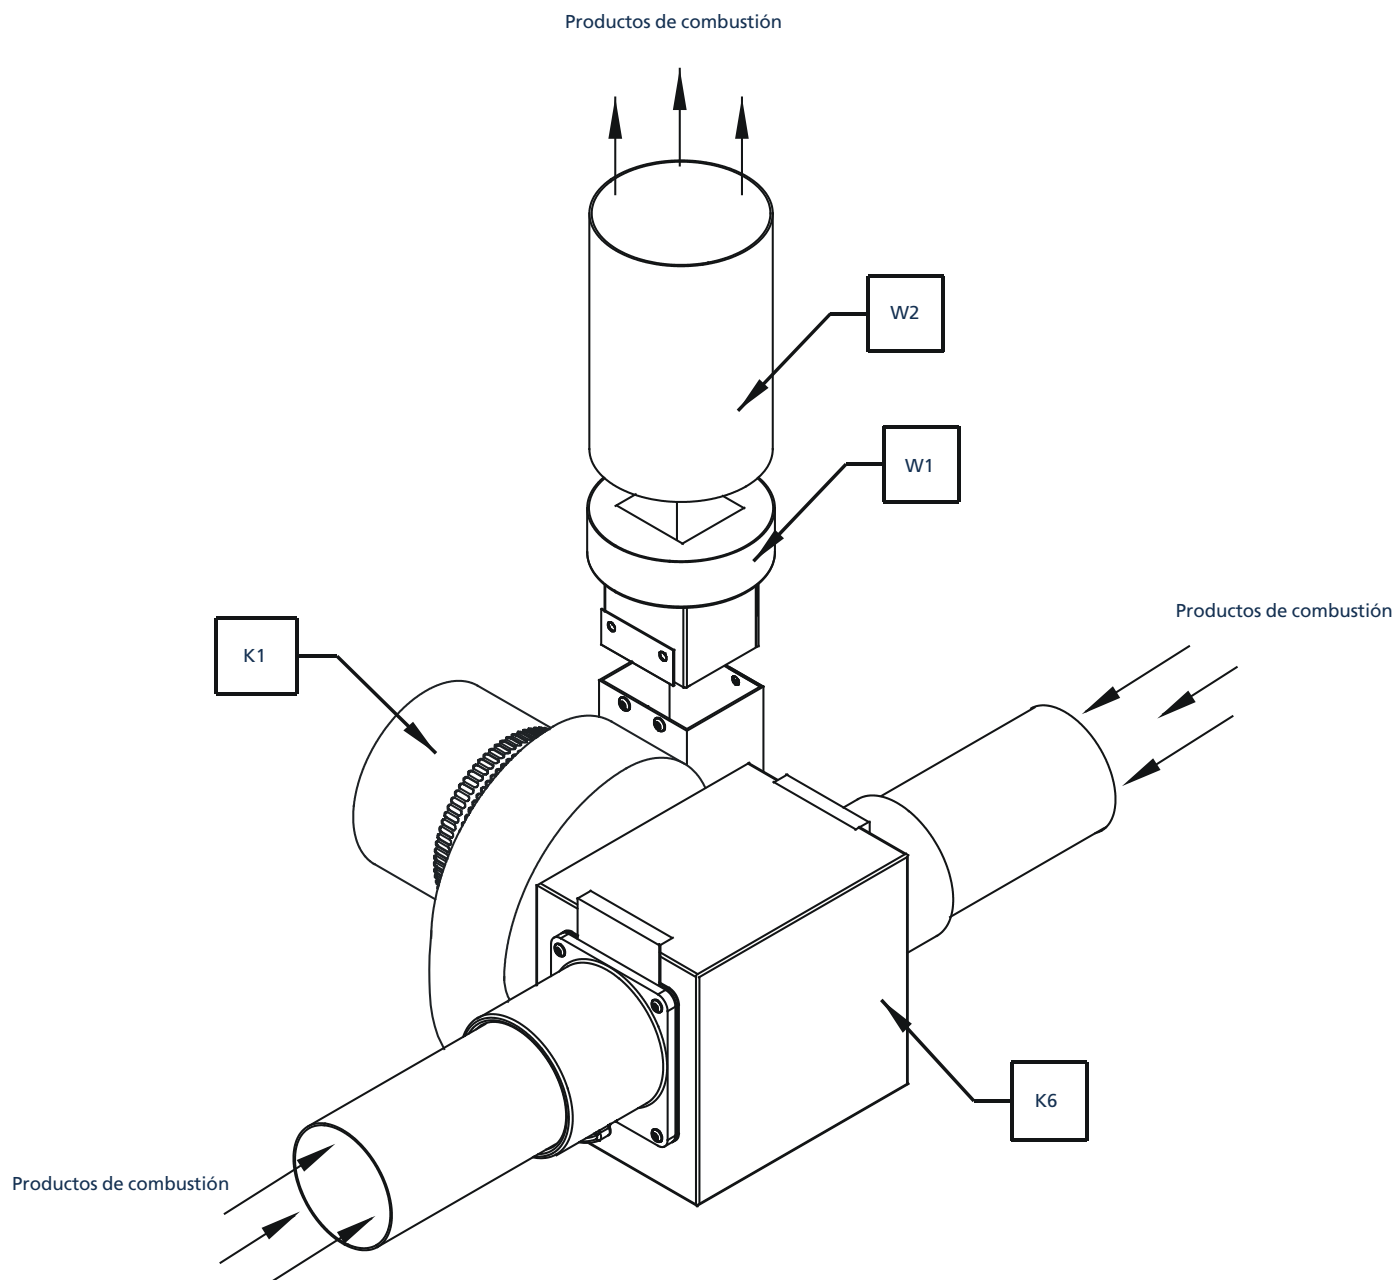

Ilustración 19. Opción 2. Acoplamiento del sistema de salida de humos a quemadores inducidos (VSDLE)
- Opción 2: para el quemador DLE inducido con/sin salida de humos y entrada de aire por conducto, consulte la Ilustración 19.